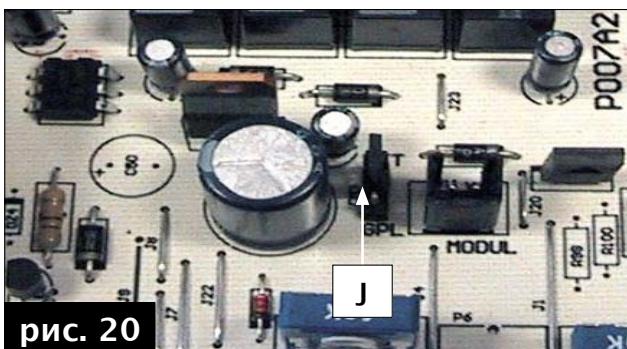

рис. 20
- на электронной плате переместить переключку J (MET-GPL) в положение GPL – сжиженный газ (Рис. 20).
- на электронной плате переместить переключку J (MET-GPL) в положение MET – метан (Рис. 20).